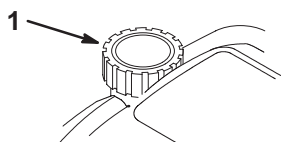

Figure 7
2. Nettoyer tout autour du bouchon du réservoir d'essence (Fig. 7).